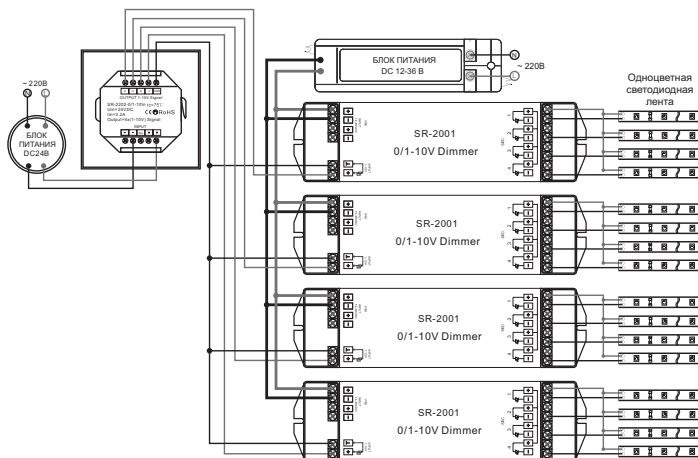

Рис.1. Схема подключения на примере диммера SR-2001.
- 3.2. Выполните подключение согласно схеме Рис.1.